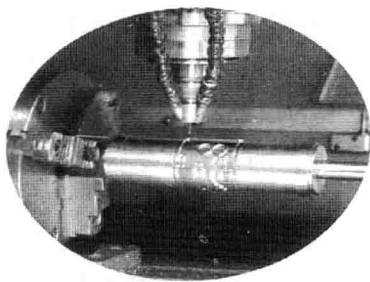

图 1-9 套筒式制版
⑭柔性版的套筒式制版（见图 1-9），利于无缝印刷。如墙纸、建材等。